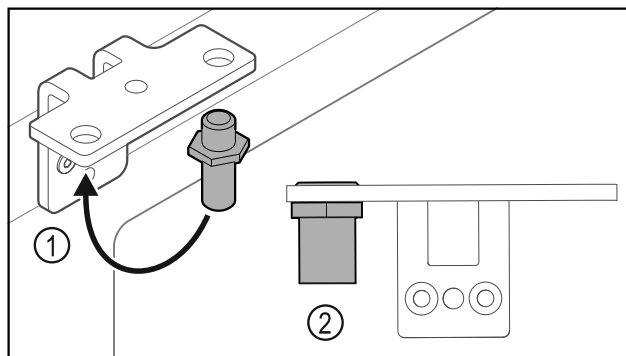

Fig. 26
- Mettre l'axe Fig. 26 (1) dans l'autre trou de l'équerre de charnière.
- Serrer l'axe Fig. 26 (2) au **couple de 12 Nm**.